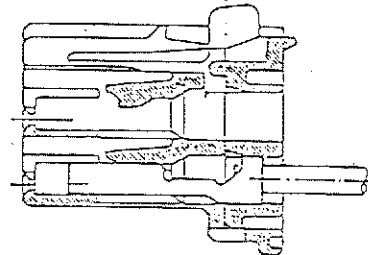
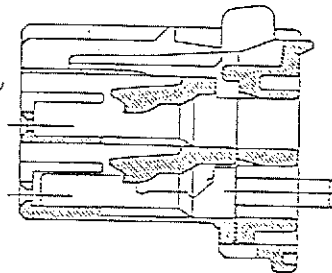

FIG. 2 (端子未装着状態)
FIG. 3 (正しく装着状態)
(2) 端子がハウジングランスに完全にロックが確認して下さい。右図(FIG.2)の通り端子装着の際、圧着部がリテーナ中央にあると正しく端子が取り戻しが付かないので図3(Fig.3)の通り端子を押し込んで下さい。ハウジングランスにロックした場合ランスのバネと音がします。端子装着後、電線を軽く手前に引き、ロックを確認して下さい。尚、一端子を装着した後、次の端子と接続する時は指定の引抜き工具を使用して下さい。
(2) ダブル・ロックは、端子がハウジング内に正しく装着されていないとロックが不完全だったり、不適切な位置で端子を固定してダブル・ロックの効果が発揮されません。図2及び図6参照。
(3) ダブルロック部が完全にロックされたかどうか確認して下さい。端子装着作業(1),(2)の作業が完全に実施確認した上で、ダブルロックリテーナ押圧部を押し下して下さい。リテーナが下方に下がるとラチェット爪部が外側のバネと音がします。作業終了後軽く電線を手前に引き、ロックの確認をして下さい。